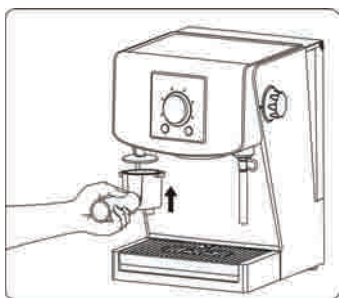

Рис. 4
- 8.9. Убери избыток кофе с края фильтра и утрамбуй кофе при помощи трамбовки в кофеварке (5) или трамбовки мерки (13) (Рис. 4).
- 9.9. Убери избыток кофе с края фильтра и утрамбуй кофе при помощи трамбовки в кофеварке (5) или трамбовки мерки (13) (Рис. 4).